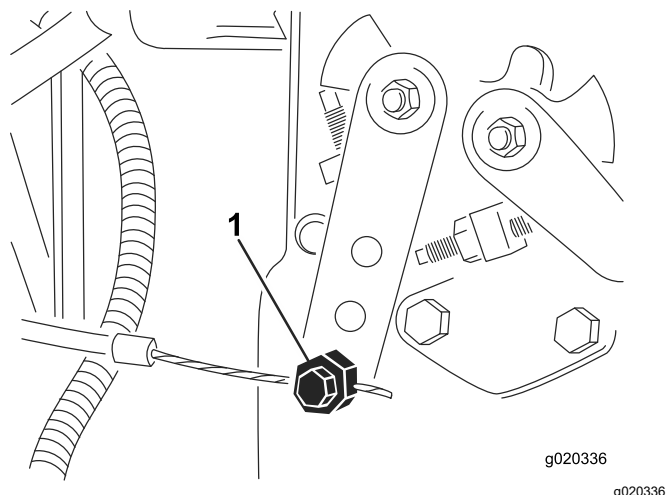

Figure 92
4. Desserrez le connecteur du câble d'accélérateur sur le bras du levier de la pompe d'injection (Figure 92).